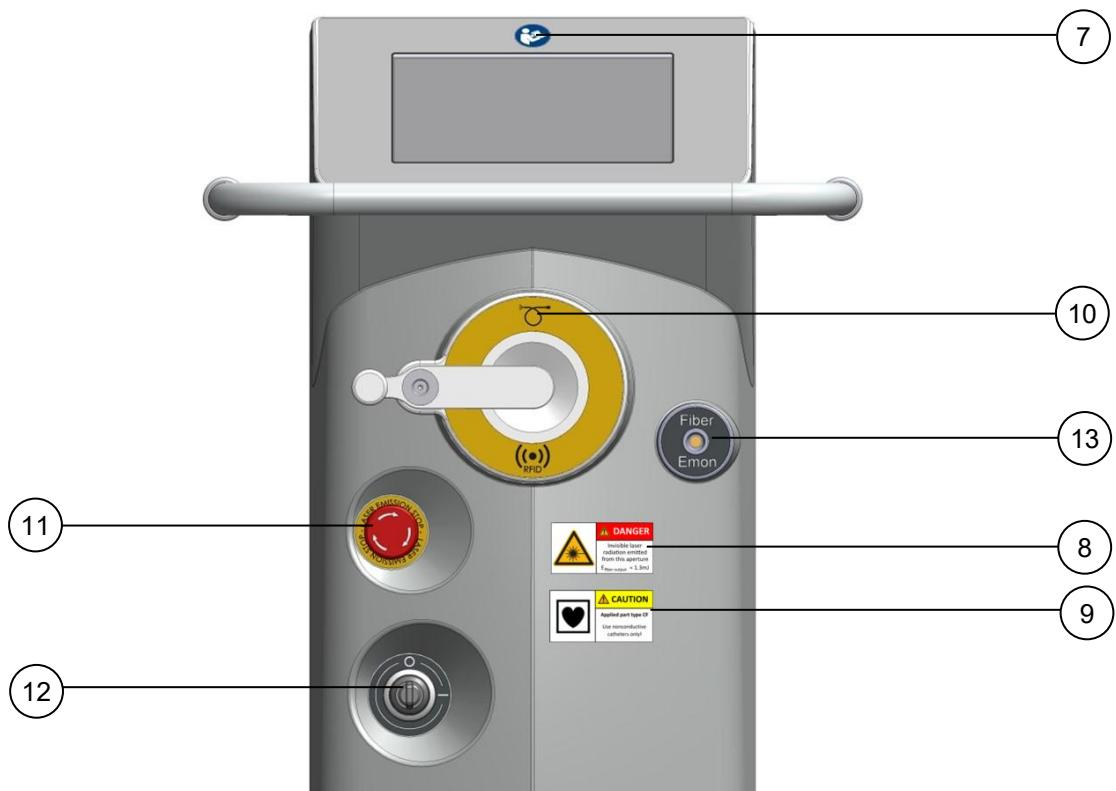

Fig. 2-2: Vista frontal
7.	Siga as instruções de utilização. A etiqueta está localizada na parte da frente do laser, por cima do painel tátil (ver Fig. 2-2).
8.	O sinal de identificação de aviso de laser alerta para a emissão de radiação laser nesta posição. A etiqueta está localizada na parte da frente do laser, junto à abertura do feixe de laser (ver Fig. 2-2).
9.	<p>Peça aplicada de tipo CF à prova de desfibrilação</p> <p>Só é permitida a fixação de fibras do tipo CF. Só podem ser utilizados cateteres não condutores.</p> <p>A etiqueta encontra-se por baixo da ligação correspondente no painel frontal (ver Fig. 2-2).</p>
10.	<p>Ligação da fibra.</p> <p>A etiqueta encontra-se por cima da ligação correspondente no painel frontal (ver Fig. 2-2).</p> <p> Símbolo para identificação de radiofrequência.</p> <p> Aplicador de fibra ótica</p>
11.	<p>Identificação do ponto de paragem da emissão de laser.</p> <p>A etiqueta está localizada na parte da frente do laser (ver Fig. 2-2).</p>
12.	<p>Indicação da posição do interruptor de chave.</p> <p>O = "OFF" (Desligado)</p> <p>I = "ON" (Ligado)</p> <p>A etiqueta está localizada na parte da frente do laser (ver Fig. 2-2).</p>
13.	<p>Monitor de energia para a fibra.</p> <p>A etiqueta está localizada na parte da frente do laser (ver Fig. 2-2).</p>